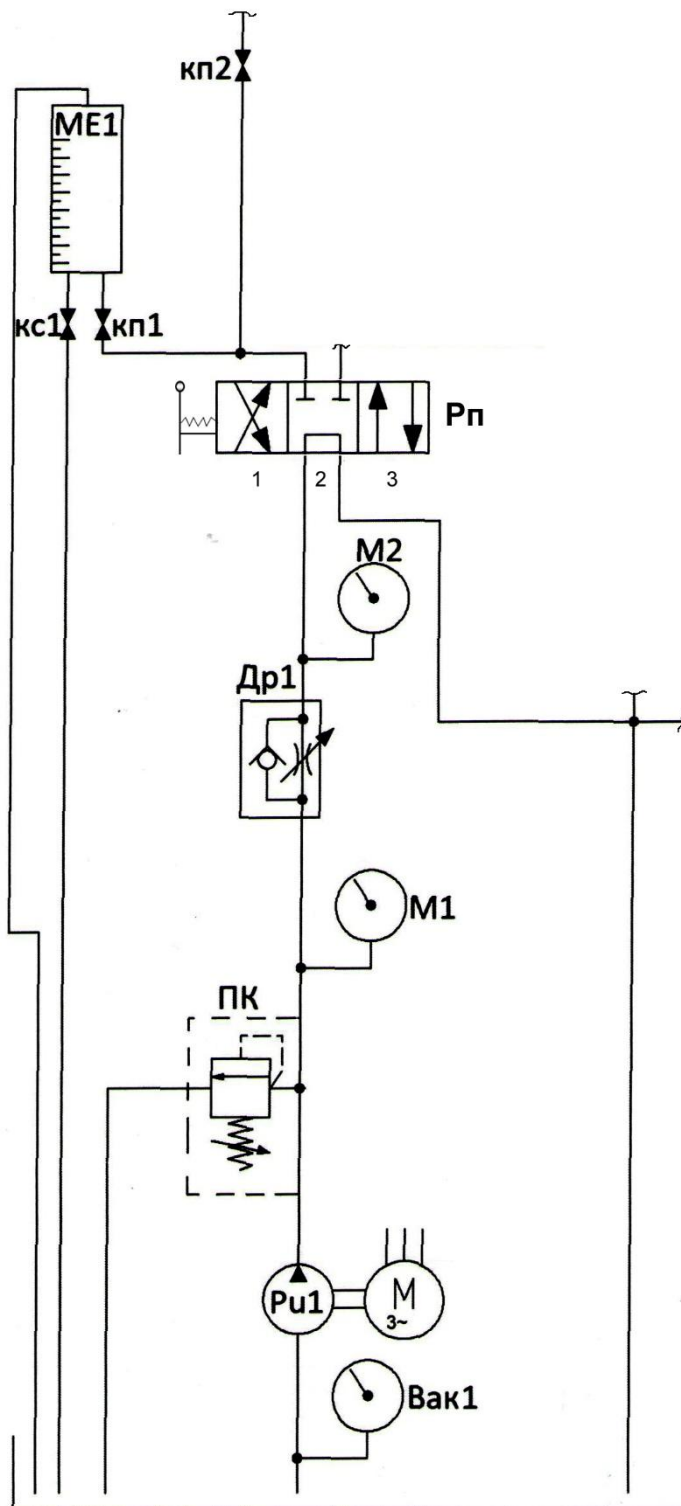

Рисунок 2 – Гидравлическая схема стенда лабораторной работы 1 (распределитель Рп в нейтральном положении 2)
3. Изучить часть общей гидравлической схемы стенда, относящуюся к лабораторной работе 1, при положении 2 распределителя Рп (рис. 2) и в положении 3 (рис. 3).
4. Закрыть кран питания мерной емкости МЕ2 (рис. 2).